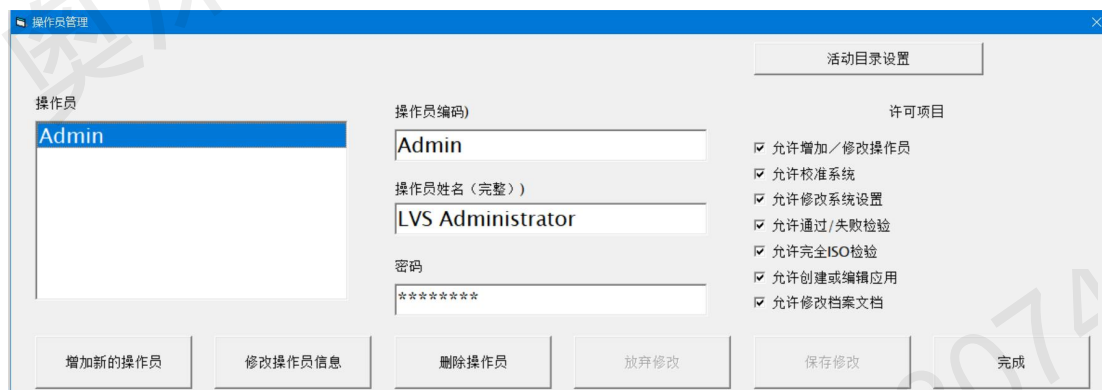

图 55: 在[Operators]的列表中，点击目标操作员名称
7. 在操作员的列表中，点击目标操作员名称。重置默认 Administrator 的密码时，点击[Admin](图 55)。